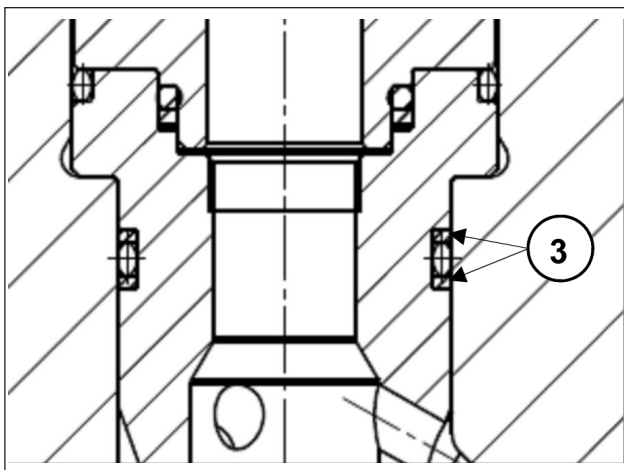

Fig. 28
- 2 Insira os grupos da válvula de aspiração e de fluxo com as relativas bússolas, verificando que estão em contato com a parte inferior do local do cabeçote. Preste atenção particular para não danificar os anéis anti-extrusão das bússolas (Fig. 28, pos. ③); para um posicionamento correto e adaptação dos anéis nos respectivos locais, proceda da seguinte forma: